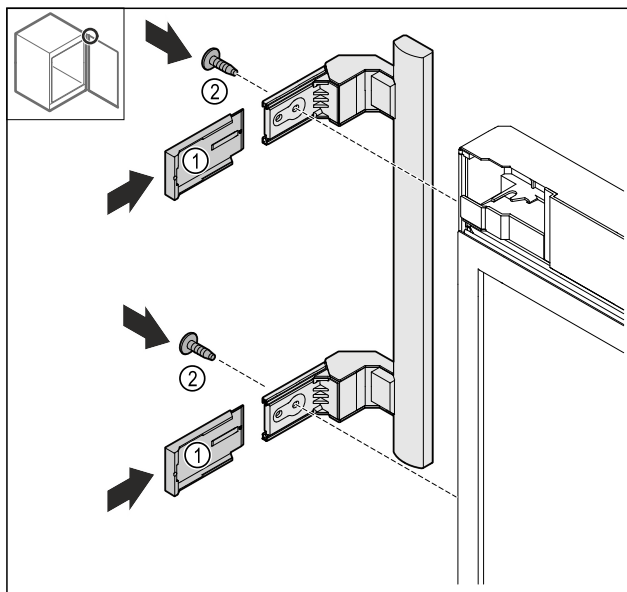

Fig. 19
- ▶ Надвиньте крышки Fig. 19 (1).